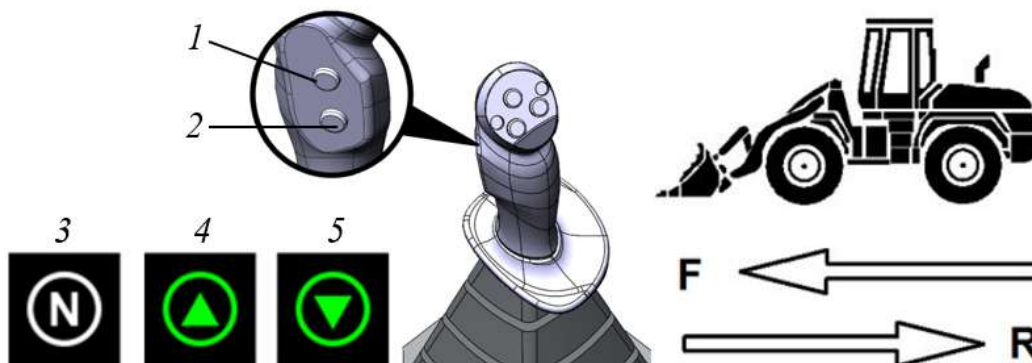

Рисунок 3. 54 Кнопки выбора направления движения
- ▷ Индикатор выбранного направления движения отображается на дисплее, см. поз 3, 4, 5 рис. 3. 54.
Изменение направления движения (рис. 3. 54)